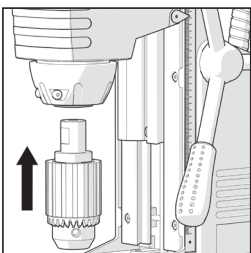

Fig. 11
- Aliniați cele două (2) „suprafețe plate” de pe adaptorul mandrinei cu șuruburile fără cap din ax. (Fig. 11)